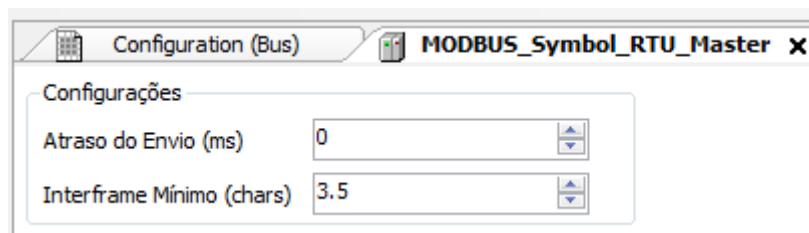

Figura 85: Tela de Configuração Parâmetros Gerais MODBUS RTU Mestre
- Configurar os parâmetros gerais do protocolo MODBUS Mestre, como: tempos de atraso de envio e interframe mínimo como na Figura 85.